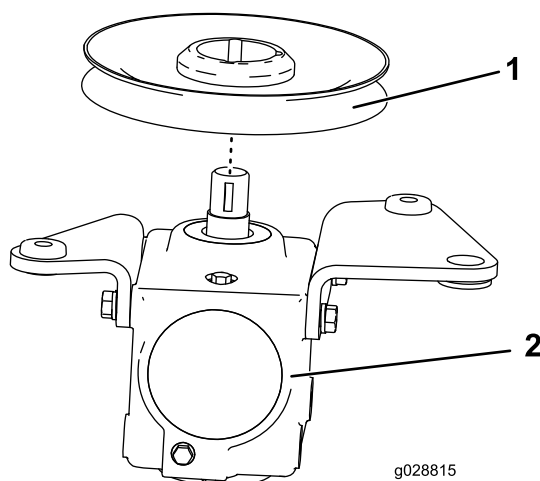

Figure 2
3. Retournez le boîtier d'engrenages, déposez la poulie existante et remplacez-la par la poulie du kit (Figure 2).